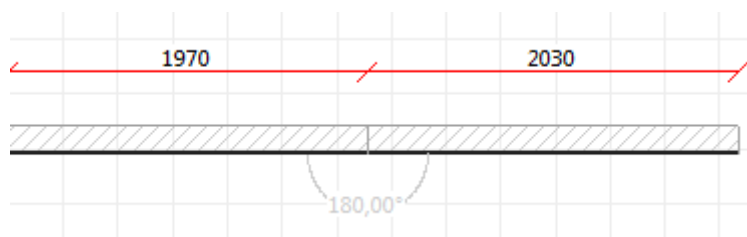

Figura 5.9: Spezza parete
- ✧ Spezza: consente di spezzare la parete corrente in due parti nel punto dove è stato cliccato, figura 5.9;